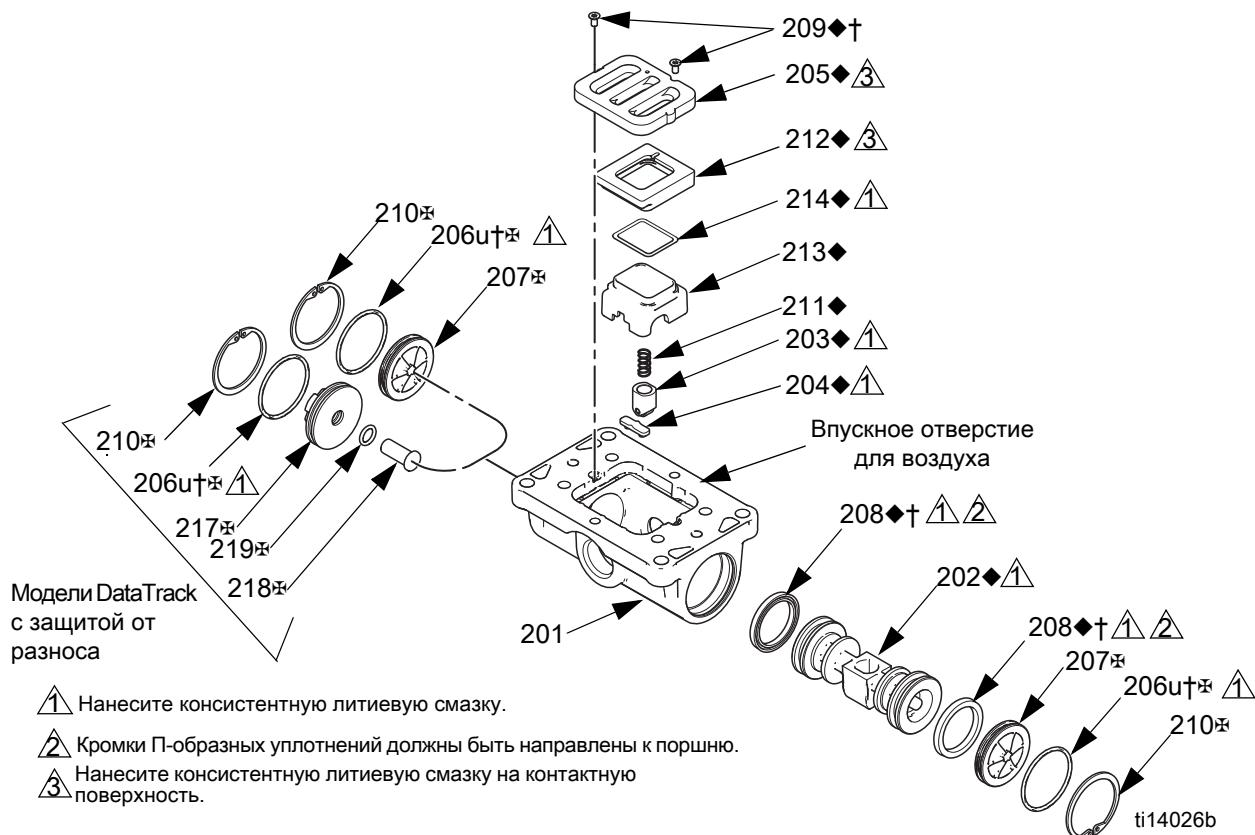

Рис. 4. Узел воздушного клапана
2. См. Рис. 4. Чтобы выкрутить два винта (209), используйте отвертку Torx с жалом звездообразной формы (размеры T8 для алюминия и T9 для пласти массы). Снимите клапанную пластину (205), блок манжеты (212-214), пружину (211) и блок фиксатора (203).
3. Извлеките манжету (213) из основания (212). Извлеките уплотнительное кольцо (214) из манжеты.
4. См. Рис. 4. Снимите стопорное кольцо (210) с каждого торца воздушного клапана. Используйте поршень (202), чтобы вытолкнуть торцевые крышки (207, 217) с концов. Снимите уплотнительные кольца (206) с торцевых крышек. Если модель насоса оснащена соленоидом защиты от разноса, также снимите кнопку освобождения соленоида (218) и уплотнительное кольцо (219).
5. Снимите П-образные уплотнения (208) с концов поршня (202), затем снимите поршень. Извлеките стопорный кулак (204) из корпуса воздушного клапана (201).